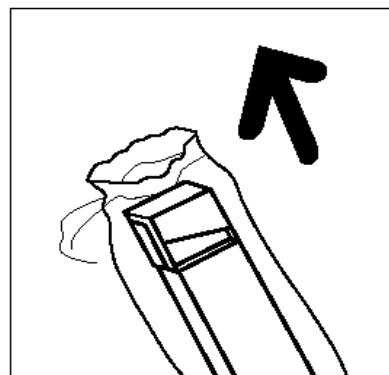

Figure 18 : Déballage du nouveau récupérateur de toner
- 6** Déballiez le nouveau récupérateur de toner (voir la figure 18).